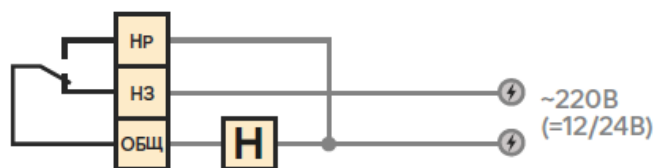

Рис.5. Схема подключения к КУПОЛ-Р2 нормально-включенной нагрузки с контролем наличия напряжения питания нагрузки.
2.3.1. Схема подключения нормально-включенной нагрузки с контролем цепей и наличия напряжения питания приведена на рис.5.